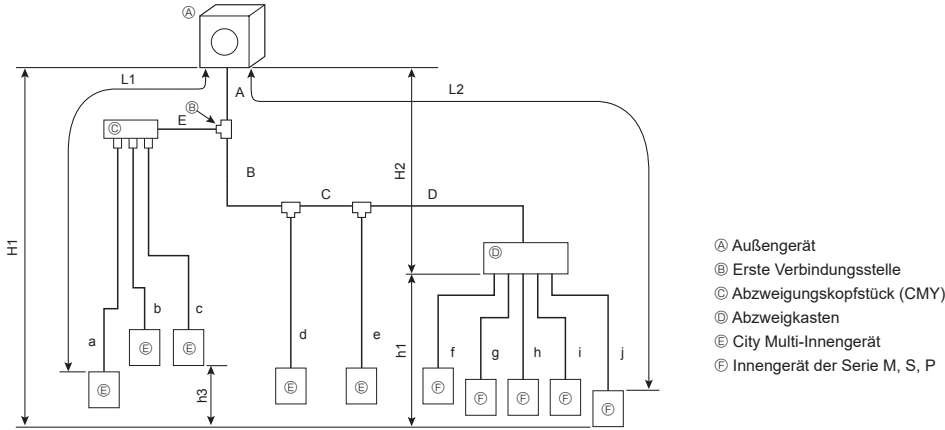

Abb. 4-5 (a)
4.3.3. Gemischtes System (City Multi-Innengeräte und Innengeräte der Serien M, S, P über Abzweigkasten) (Abb. 4-5)